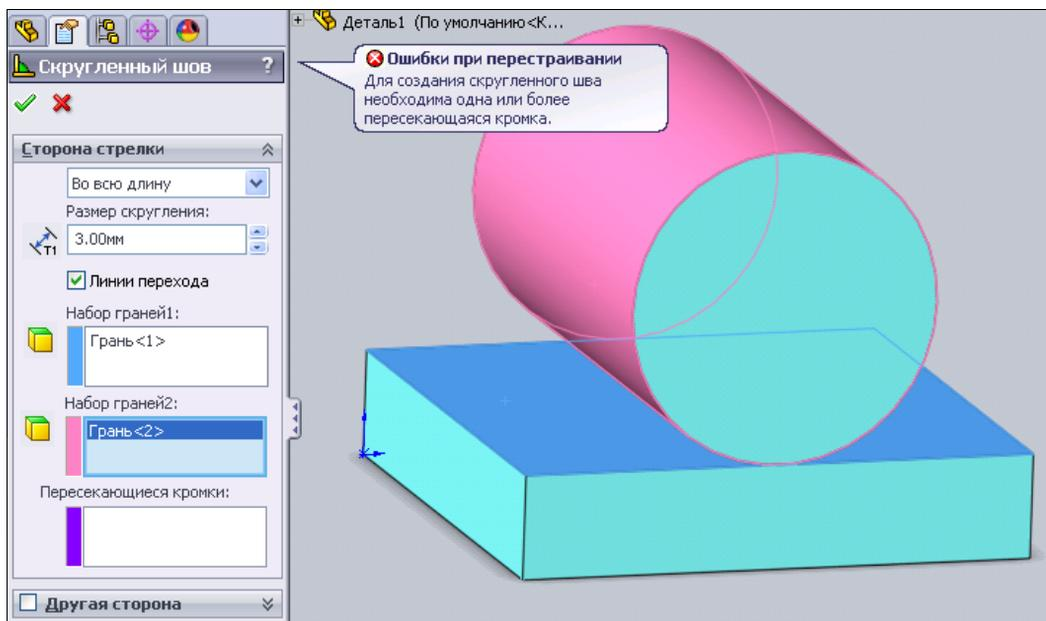

Рис. 5.70
3. Теперь укажем программе, что мы хотим создать сварную деталь, и нажмем кнопку  — **Сварная деталь** на панели инструментов **Сварные детали**. Затем попытаемся создать скругленный шов в месте соединения двух тел. После выбора граней в поле **Пересекающиеся кромки** не возникло ни одного элемента, т. к. в данной многотельной детали нет пересекающихся кромок, и соответственно скругленный сварной шов создан быть не может. Для того чтобы убедиться в этом, нажмите кнопку **ОК**  и получите сообщение об ошибке (рис. 5.70).